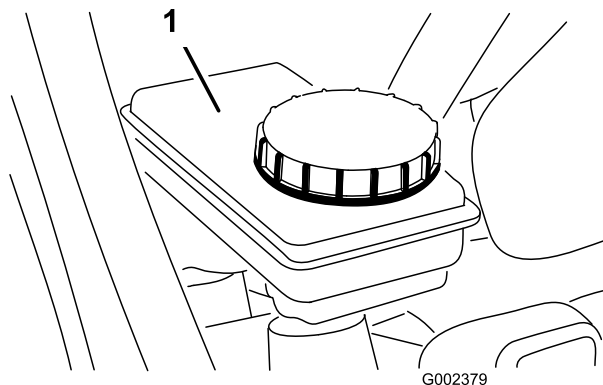

Figura 57
5. Asigurai-vă că nivelul lichidului este până la linia cu marcajul Full (Complet) a rezervorului (Figura 57).
6. Dacă nivelul lichidului este scăzut, curăai zona din jurul capacului, scoatei capacul rezervorului și umplei rezervorul la nivelul corespunzător cu lichidul de frână specificat (Figura 57).